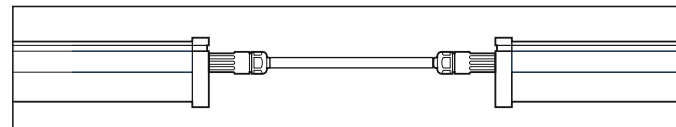

Рис. 1
- Осветительные приборы по умолчанию оснащены сквозной проводкой для подключения в линию (рис. 1), а также герметичными наружными разъемами для быстрого подключения кабеля. Разъемы оснащены заглушками, поддерживающими герметичность. Заглушку перед подключением кабеля к разъему необходимо удалить.